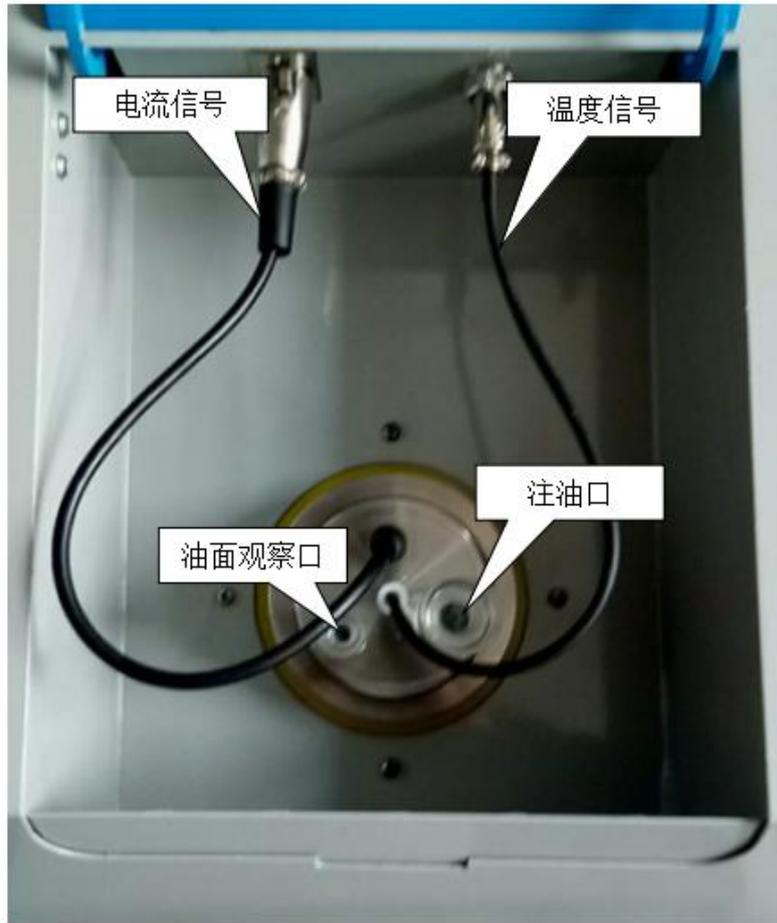

图 5 油杯仓
1、将清洗干净的油杯放入油杯槽中，并将测试电缆（如图 5）连接好。